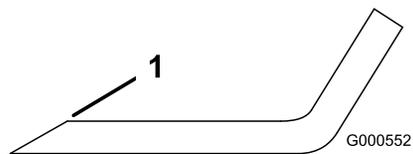

Рисунок 75
1. Заточите напильником режущую кромку на обоих концах ножа (Рисунок 75).
Примечание: Если нож не сбалансирован, удалите некоторое количество металла только с конца области загиба (Рисунок 75).